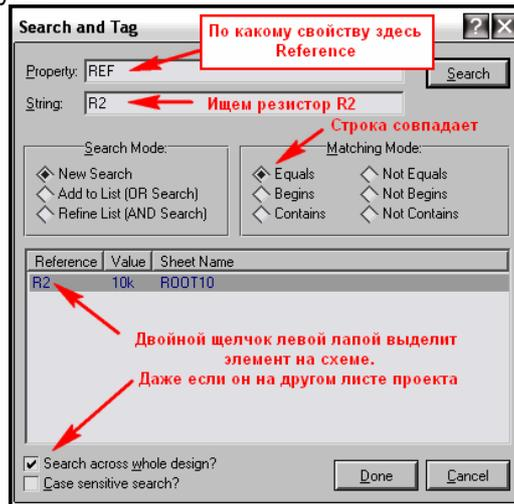

Рис. 9
Search Tag Components (New) (T) – поиск и выделение компонента (*бинокль*). Почему **New** – непонятно, он во всех семерках **New**. Давайте рассмотрим сейчас его действие. При щелчке вызывает указанное окно (Рисунок 9). В принципе все должно быть понятно из красных комментариев на рисунке. Добавлю только, что в рамке **Search Mode** (Режим поиска) можно выбрать, например **Add to List** (добавить к списку внизу) и меняя **String** щелчками кнопки **Search** набрать конкретный список для выделения (Пример: R2, C3, U10). Затем щелкаем **Done** и все эти элементы подсвечиваются красным. В правой рамке **Matching Mode** выбирается условие поиска: **Equals** – совпадает, **Begins** – начинается, **Contains** – содержит. Флажок **Case sensitive** – чувствительность к регистру букв.